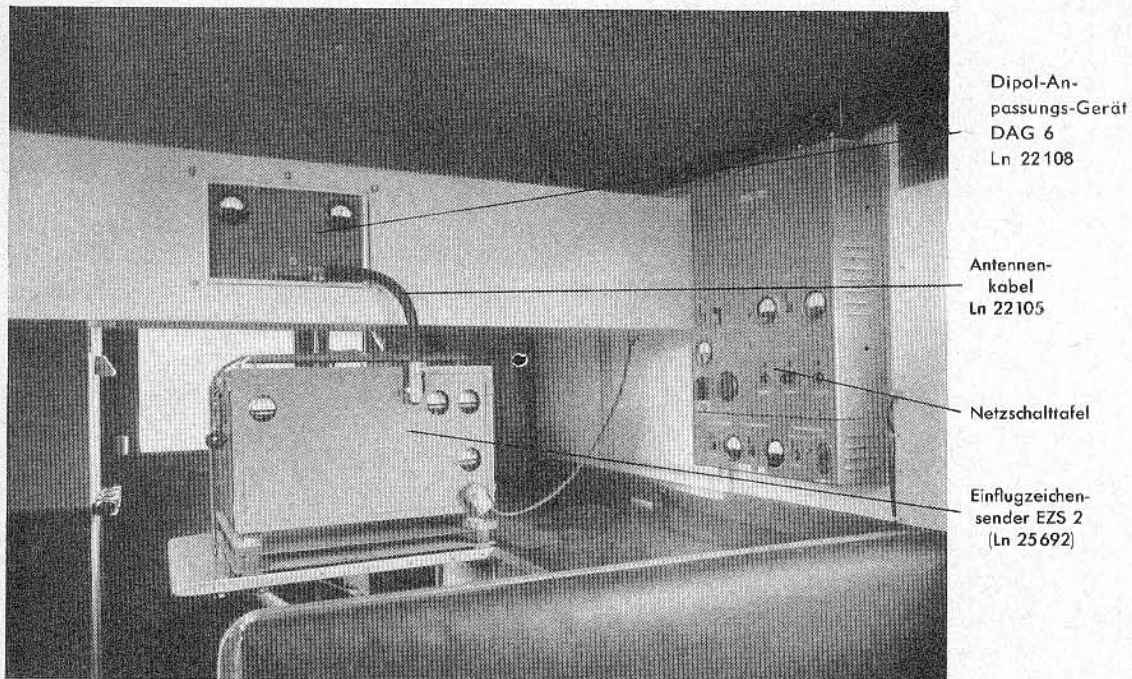

Abb. 10. Der fahrbare EZ-Sender, Innenansicht des Fahrzeuges mit Sender, Dipol-Anpassungs-Gerät und Netzschalttafel
Beim Einatz des Senders als fahrbarer EZ-Sender wird eine besondere Antennen-Abstimmvorrichtung, das Dipol-Anpassungs-Gerät DAG 6 über ein zweiadriges HF-Kabel an den Senderausgang („Antenne“) angeschlossen. Dieses Dipol-Anpassungs-Gerät besteht (vgl. Anlage 2, St 521 911) aus einem Antennen-Anpassungstransformator (1), zwei Drehkondensatoren (2/3) und zwei HF-Stromwandlern (4/6) einschließlich zwei Strommessern und ist im Innern des Kraftwagens oberhalb des Sendegeräts befestigt; er wird beiderseits an die von außen anzusteckenden Antennenstäbe angeschlossen und auf gleiche Ströme abgestimmt. Zur Sicherung der Abstimmkondensatoren gegen Verstellung dient eine Feststellvorrichtung, die durch Lockern je einer Schraube gelöst wird (siehe Abb. 10).